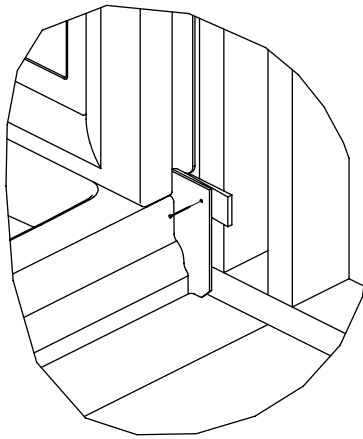

Figure 1
- Clouer le coin du bac en place avec un clou galvanisé #6 à tête large (non fourni) pour fixer l'unité. (Figure 1)
- Sécuriser les murs en place en utilisant des clous galvanisés #6 à tête large. Commencer du rebord extérieur et autour de chaque mur en allant vers le coin. S'assurer que la base des murs ne soit pas élevée du receveur. (Figure 1)